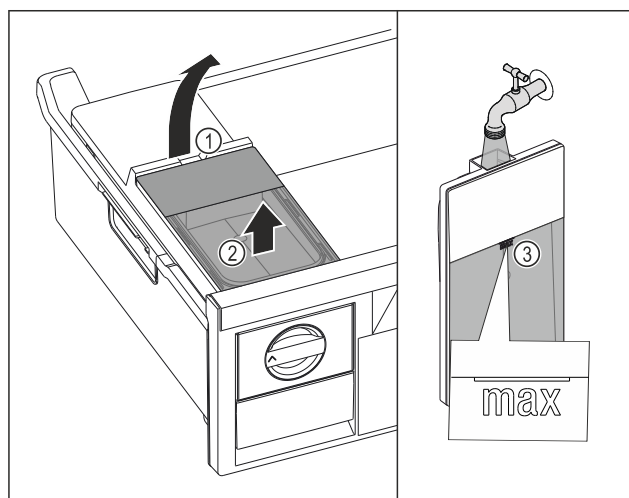

Fig. 75
- ▶ Løft vandtanken op til udsporingen Fig. 75 (1).
- ▶ Tag vandtanken ud fra oven. Fig. 75 (2)
- Fyld vandtanken med drikkevand op til mærket *Fig. 75 (3)*.